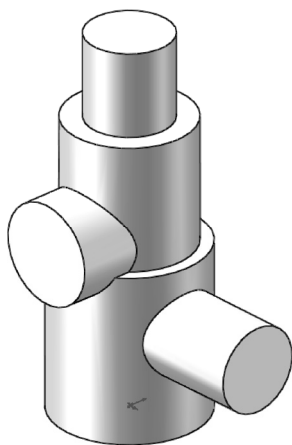

图 13-75 拉伸实体 3
**08** 拉伸实体。选择菜单栏中的“插入”→“凸台/基体”→“拉伸”命令, 或者单击“特征”控制面板中的“拉伸凸台/基体”按钮 , 此时系统弹出图 13-74 所示的“凸台-拉伸”属性管理器。设置终止条件为“给定深度”, 输入拉伸距离为 24.00mm, 单击属性管理器当中的“反向”按钮 , 然后单击属性管理器中的“确定”按钮 , 结果如图 13-75 所示。